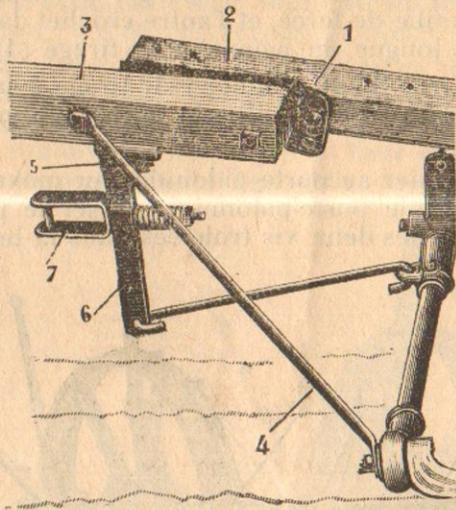

Fig. 5
**c) Attelage à 2 chevaux pour Faucheuse D. 3 b. (Fig. 5) :**